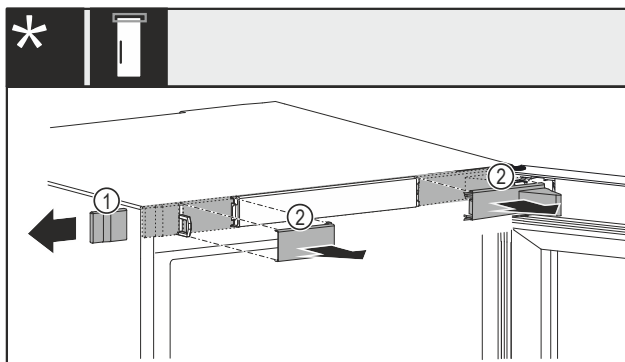

Fig. 13 Con candado mecánico o eléctrico*
- Retire con cuidado la cubierta Fig. 13 (1) lateralmente.*
- Retire con cuidado las cubiertas Fig. 13 (2) hacia delante.*